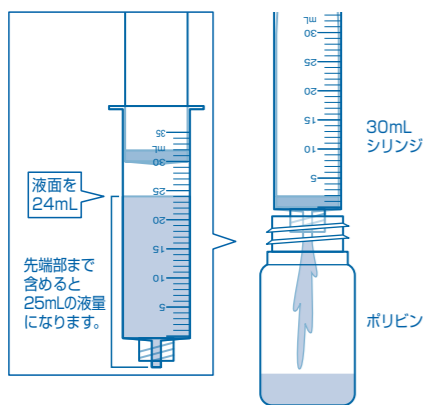

図1
① 30mLシリンジに空気を約5mL吸い込んでから、検水を吸い込み、液面を24mLの目盛に合わせます。はかり取った検水をポリビンに移します。(図1)